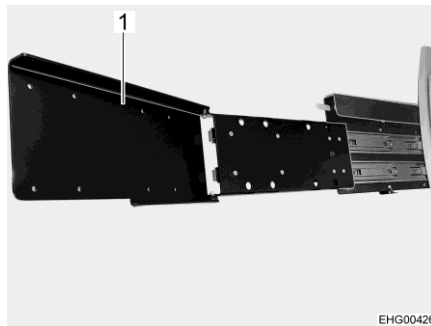

Fig. 94 Dispositivo de extracción (extendido y girado)
- Para girar la pantalla plana hacia la zona posterior: plegar el dispositivo de extracción (Fig. 94,1).